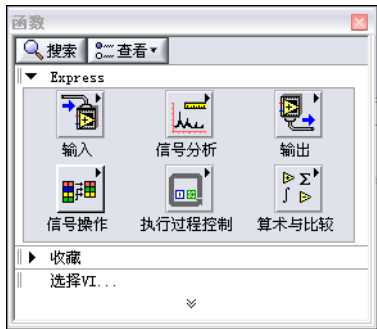

图 1-6 函数选板
3. 如未显示图 1-6 所示的**函数**选板，可选择**查看 » 函数选板**。打开**函数**选板时默认显示 **Express** 选板。如已选择其它选板，在**函数**选板上单击 **Express** 可返回 **Express** 选板。